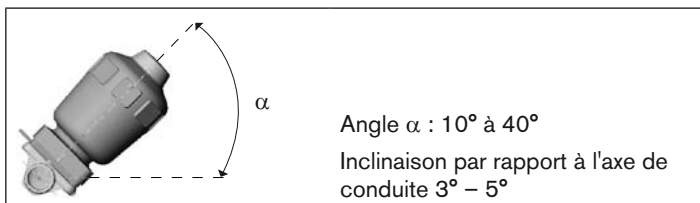

Fig. 4: Montage pour permettre au boîtier de se vider automatiquement
- Montez le boîtier avec un angle d'inclinaison $\alpha = 10^\circ$ à 40° par rapport à l'horizontale (voir Fig. 4:).